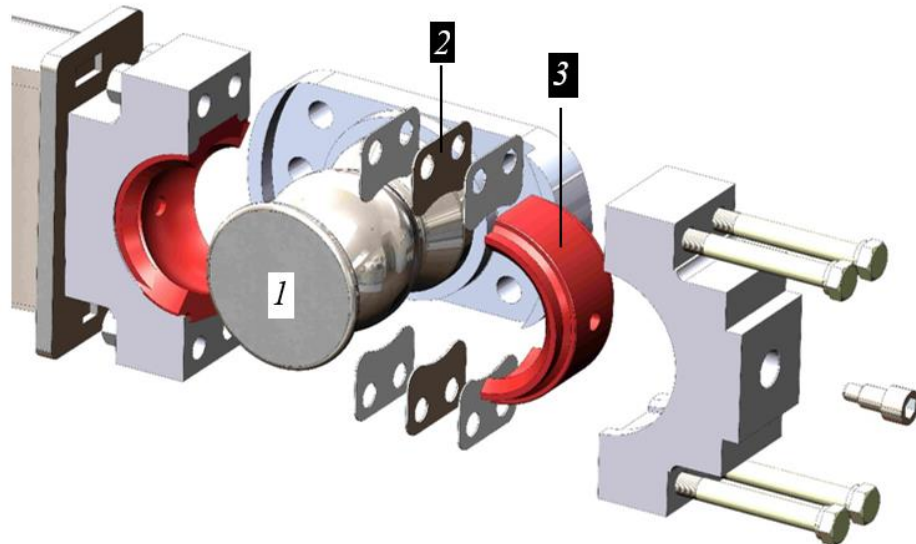

Рисунок 3.142. Сферическая опора
- Радиальный зазор между полиамидным вкладышем 3 и сферой 1 не должен превышать 2 мм. Если измеренная величина зазора превышает 2 мм необходимо отрегулировать зазор посредством уменьшения количества регулировочных прокладок 2 или заменить полиамидные вкладыши 3 см. рис. 3.142.